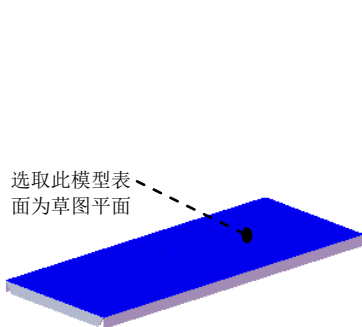
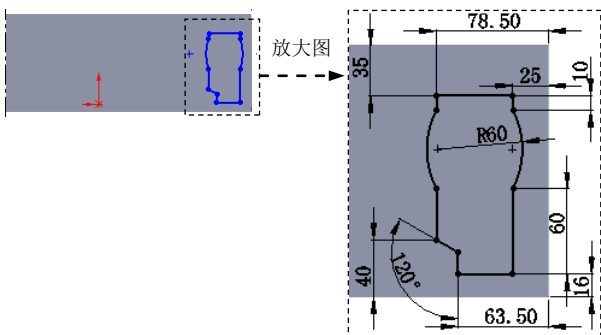

图 17.7.58 定义草图平面
图 17.7.59 横断面草图
(1) 选择命令。选择下拉菜单 **插入(I)** → **切除(C)** → **拉伸(E)...** 命令。
(2) 定义特征的横断面草图。选取图 17.7.58 所示表面的作为草图平面，绘制图 17.7.59 所示的横断面草图。
(3) 定义切除深度属性。在 **方向1** 区域选中 ☒ **与厚度相等(L)** 复选框与 ☒ **正交切除(N)** 复选框，其他采用系统默认设置值。
(4) 单击 按钮，完成切除一拉伸 1 的创作。